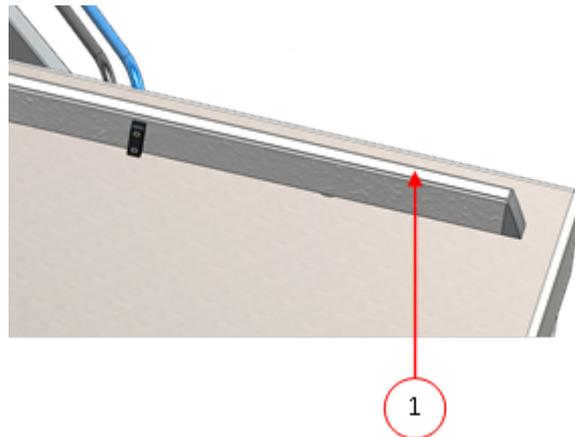

Abbildung 17: Austausch des Silikongummis der Silikonhalter
1. Ziehen Sie das alte Silikongummi vom Halter ab, vgl. *Abbildung 17: Austausch des Silikongummis der Silikonhalter* auf Seite 66.